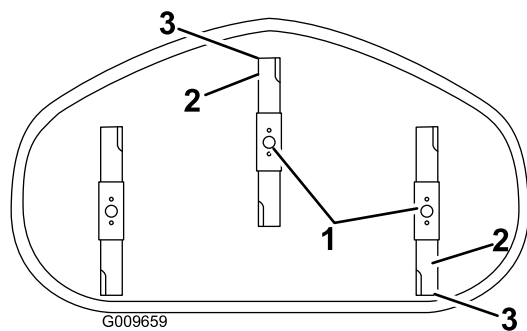

Figura 52
4. Gire cuidadosamente las cuchillas colocándolas en el sentido de avance de la máquina (Figura 52).
5. Mida entre la punta de la cuchilla delantera y la superficie plana y entre la punta de la cuchilla trasera y la superficie plana (Figura 52).
9. Después de realizar el ajuste, compruebe de nuevo la inclinación longitudinal, y siga ajustando la tuerca hasta que la punta de la cuchilla delantera esté entre 1.6 y 7.9 mm (1/16" a 5/16") más baja que la punta de la cuchilla trasera (Figura 52).